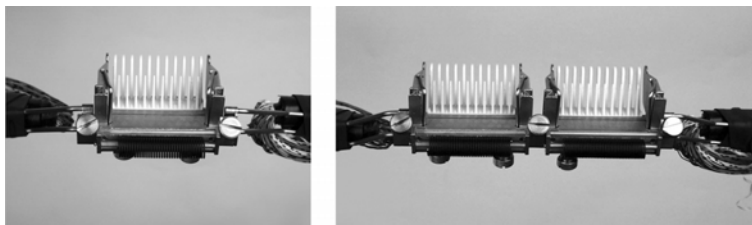

Рис. 6.34. Крепление держателей на одной и двух сращивающих головках
6.2.13. Держатели можно закрепить на одной или нескольких сращивающих головках (рис. 6.34)